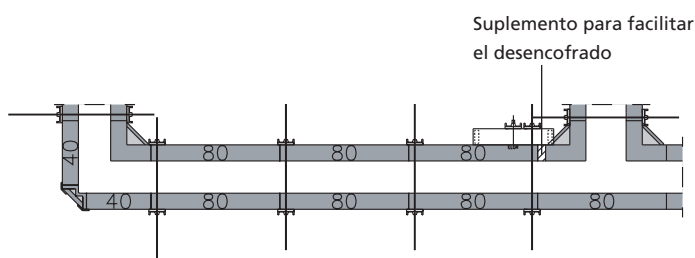

Fig. 38.3
■ Muros de menos de 6 m requieren un suplemento para facilitar el desencofrado (Fig. 38.3) de lo contrario el encofrado podría acuíñarse cuando se desencofre y se adheriría al concreto.